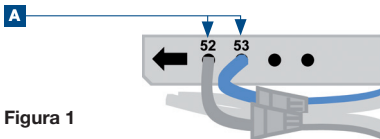

Figura 1
- 05 Introduceți puntea de cablu în conectorul setului de cabluri XE2 (**figura 1**):